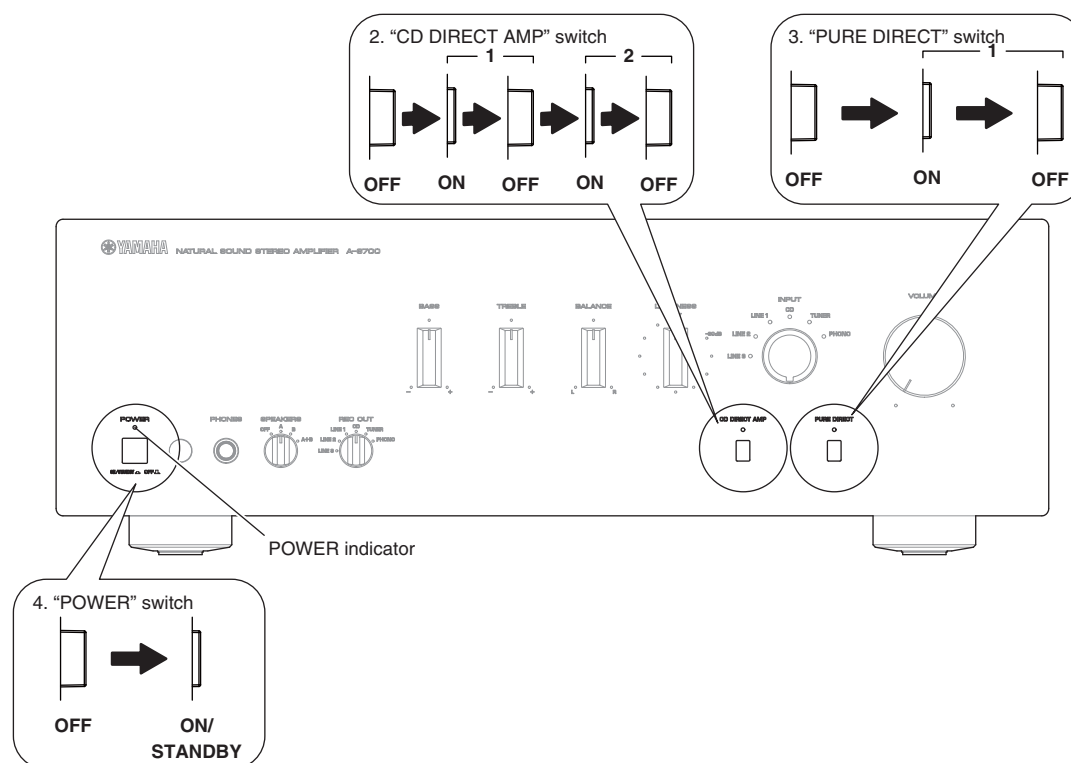

Fig. 1
1. Press "POWER", "CD DIRECT AMP", and "PURE DIRECT" switches to turn them off respectively. (Fig. 1)
2. Repeat pressing "CD DIRECT AMP" switch to turn it ON/OFF twice. (Fig. 1)
3. Repeat pressing "PURE DIRECT" switch to turn it ON/OFF once. (Fig. 1)
4. Press "POWER" switch inward to the ON/STANDBY position. (Fig. 1)
1. "POWER" スイッチ、"CD DIRECT AMP" スイッチ、"PURE DIRECT" スイッチを押し、それぞれ OFF にします。(Fig. 1)
2. "CD DIRECT AMP" スイッチを 2 回 ON/OFF します。(Fig. 1)
3. "PURE DIRECT" スイッチを 1 回 ON/OFF します。(Fig. 1)
4. "POWER" スイッチを押し、ON/STANDBY にします。(Fig. 1)